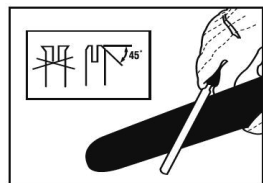

Fig. 7B
- Controllare frequentemente le guide della barra per usura e, se necessario, rimuovere le frese e allineare le guide utilizzando una lima piatta (Fig. 7B).